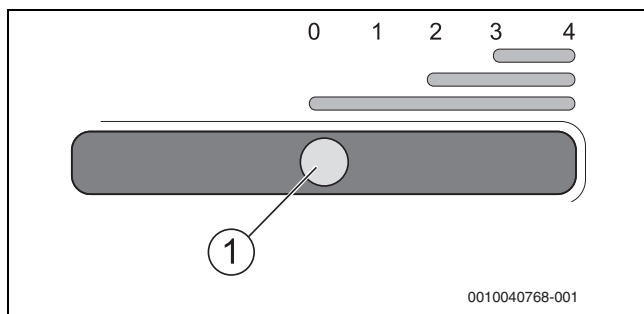

Bild 10 Scheibenspülluftschieber an der Füllraumtür
- ▶ Scheibenspülluftschieber [1] nach rechts schieben, um dem oberen Feuerraum weitere Sekundärluft und Scheibenspülluft zuzuführen (→ Bild 10).